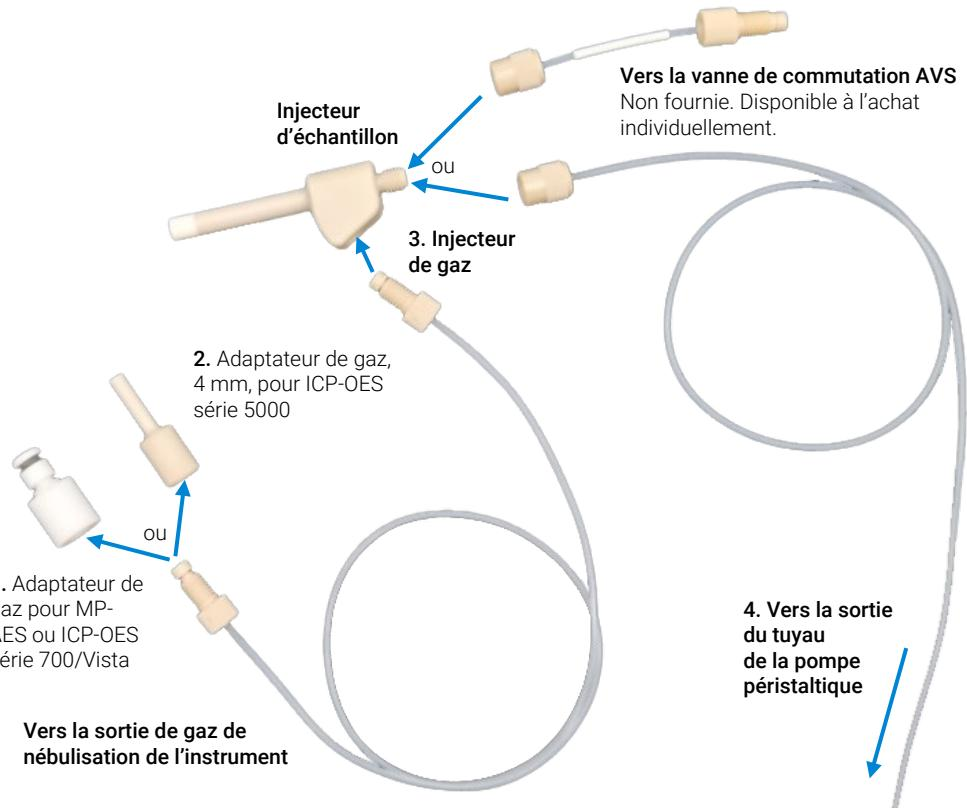

Figure 2 Instructions de montage du nébuliseur à rainure en V, inerte, pour l'analyse d'échantillons avec une haute teneur en solides dissous
- Ligne d'injecteur d'échantillon, connecteur du nébuliseur au tube d'échantillonnage (1/16 po) (4 dans la Figure 2)
- Ligne d'injecteur de gaz, adaptateur nébuliseur-gaz pour ICP-OES série 5000 (3 dans la Figure 2)
- Adaptateur de gaz pour la sortie de gaz du nébuliseur ICP-OES série 5000 (2 dans la Figure 2)
- Adaptateur de gaz pour MP-AES ou ICP-OES série 700/Vista (1 dans la Figure 2)